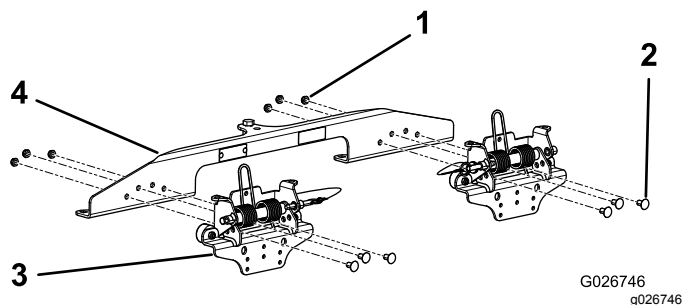

図2
1. 図2に示すように、各スプリングブラケット・アセンブリの穴を、ネイルドラッグ・ブラケットの穴に合わせる。
2. ボルト6本とロックナット6個を使用して、スプリングブラケット・アセンブリをネイルドラッグ・ブラケットに固定する 図2。